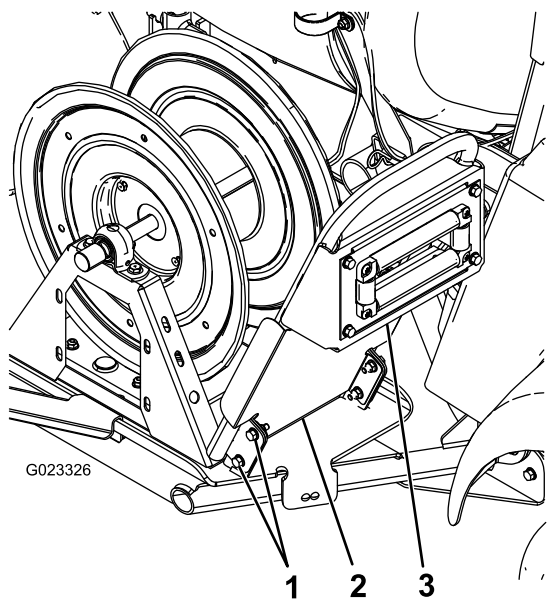

Figure 11
5. Montez, sans serrer, la poignée sur la plaque pivotante au moyen de 4 boulons (5/16") (Figure 11).
6. Fixez le pare-boue et la poignée à la plaque pivotante au moyen des boulons posés à l'opération 5 et de 4 écrous à embase (5/16") (Figure 11).